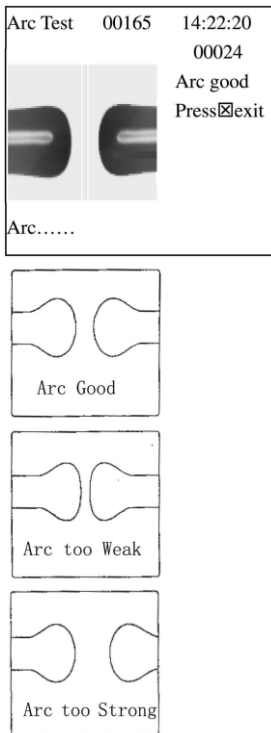

Рис. 5-2.
3) Тест дугового разряда автоматически подстраивает его мощность. Повторяйте тест до тех пор, пока на экране не появится сообщение «Arc good», см. Рис. 5.2.